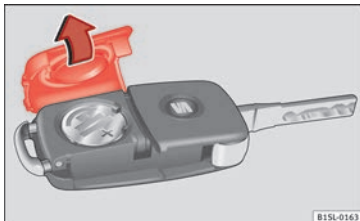

Abb. 99 Fahrzeugschlüssel: Deckel für Batteriefach.
- Abdeckung auf der Rückseite des Fahrzeugschlüssels » **Abb. 99** in Pfeilrichtung abnehmen » ❶.
- Abdeckung wie gezeigt ansetzen » **Abb. 99** und entgegen der Pfeilrichtung auf das Fahrzeugschlüsselgehäuse drücken bis sie einrastet.